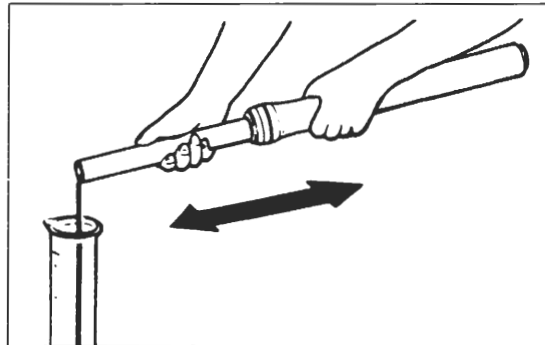

Bild 297
- Gabelbein umdrehen und Gabelöl in Auffanggefäß ablassen. Dabei Gabelrohre mehrmals zusammenpumpen (Bild 297).